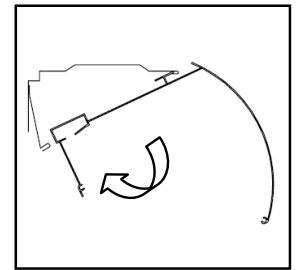

fig. 3
3. Insérer la cassette sous le devant du support et enclencher l'arrière en place (fig. 3).